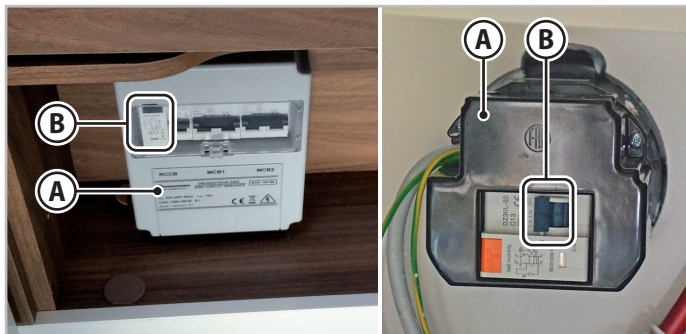

Fig. 6.32 - Quadro di alimentazione
Il quadro di alimentazione a 220 V (**A** - Fig. 6.32) del veicolo è protetto da un interruttore magnetotermico-differenziale a due poli (**B** - Fig. 6.32). La presa di alimentazione è dotata del terzo polo di messa a terra come previsto dalle normative vigenti.
1. Abbassare le leve (**B** - Fig. 6.32) dell'interruttore differenziale.
5. Sollevare le leve (**B** - Fig. 6.32) dell'interruttore differenziale.
1. Abbassare le leve (B - Fig.6.32) dell'interruttore differenziale.
5. Sollevare le leve (B - Fig.6.32) dell'interruttore differenziale.